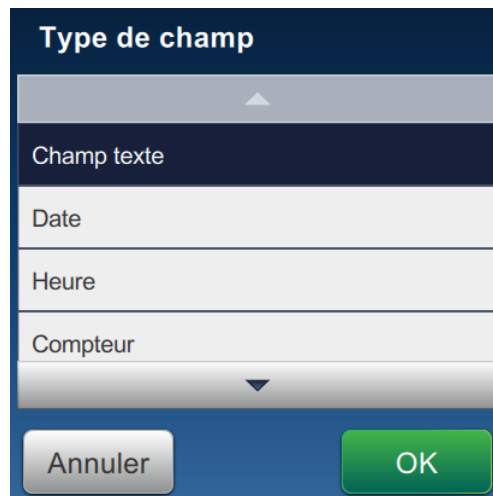

Figure 5-4 : Options d'ajout de champ
7. Appuyez sur le bouton  et sélectionnez les options souhaitées pour ajouter des champs, tel qu'illustré dans la Figure 5-4.
1. Appuyez sur le bouton  et sélectionnez *Texte*, tel qu'illustré dans la Figure 5-4, page 5-4.